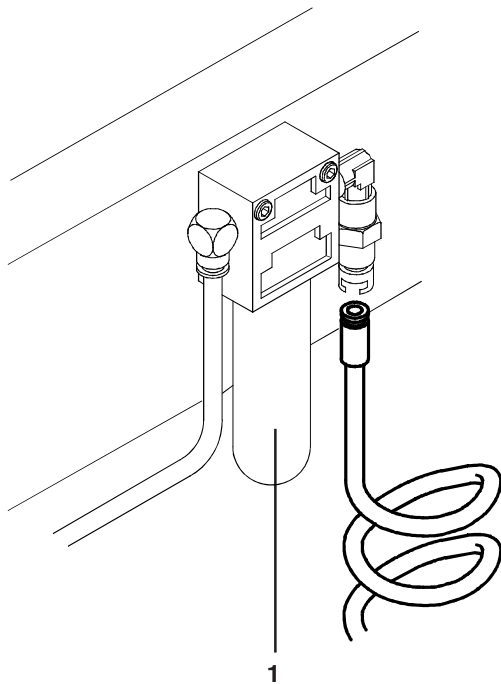

Fig.9
- Effettuare lo spurgo quando il livello della condensa occupa 1/3 della finestra (**1 Fig. 9**) nella tazza del filtro regolatore.
- Condensate must be drained when its level reaches 1/3 of the sight glass of the regulator filter cup (**1 Fig.9**).
- Wenn des Kondenswasser ca. 1/3 des Fensters am Behälter des Regelfilters abdeckt (**1 Abb. 9**), den Ablass vornehmen.
- Réaliser la vidange lorsque le niveau de l'eau de condensation atteint 1/3 du hublot (**1 Fig. 9**) sur la cuvette du filtre régulateur.
- Purgar cuando el nivel de la condensación ocupa 1/3 del visor (**1 Fig. 9**) en la taza del filtro regulador.